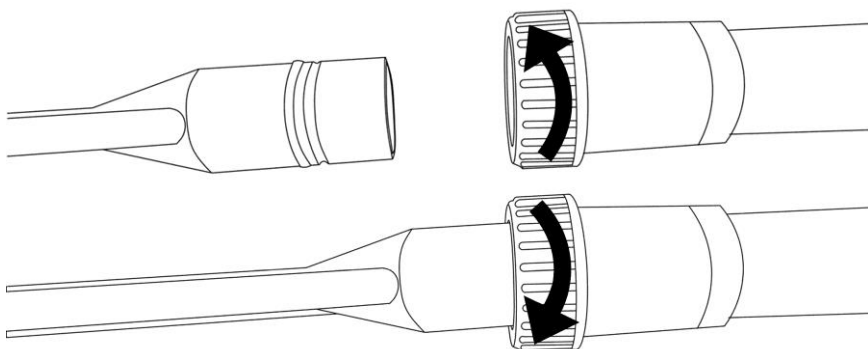

Рис. 10
- Закрепите насадку на конце трубки. Совместите латунное кольцо с пазом насадки для пола, чтобы она держалась надёжно (рис. 10).